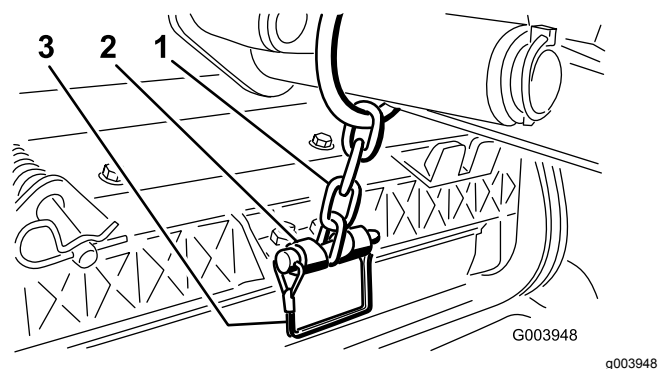

**Figura 12**
elevación al brazo de elevación, y deslice el eje pivotante fuera del brazo de elevación (Figura 12).
- C. Introduzca el eje del brazo de elevación en el brazo de elevación y fíjelo con la arandela y el pasador de seguridad (Figura 12).